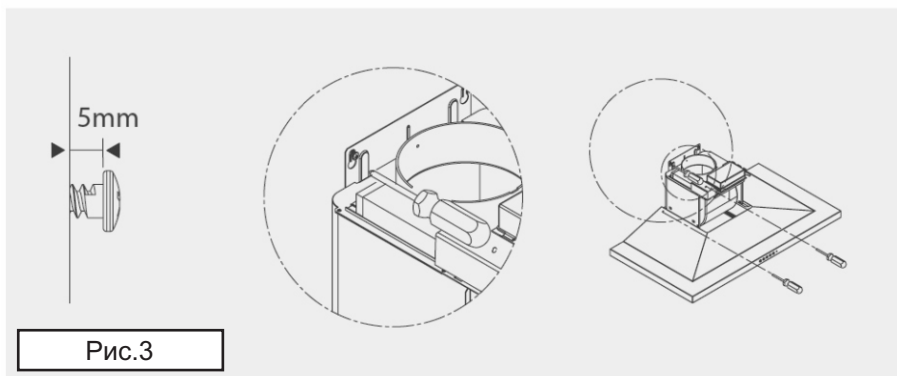

Рис.3
- Подвести вытяжной колпак на 2 шурупа (**рис.3**).